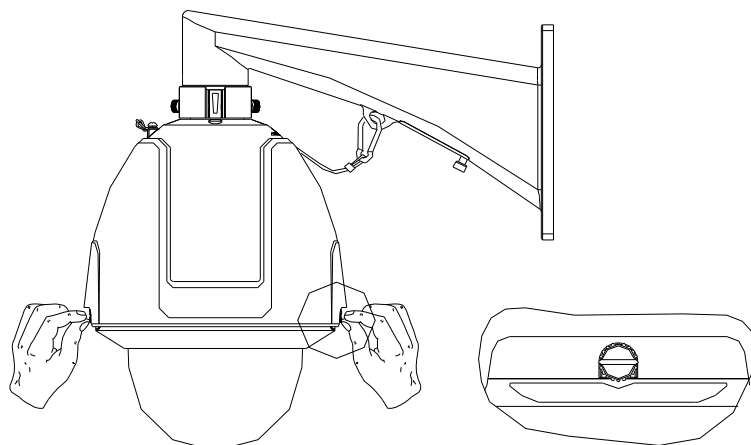

Figura 1.2.25 Installazione della cupola
11. Installare la cupola e fissarla con le viti al back box, come mostrato in Figura 1.2.25.